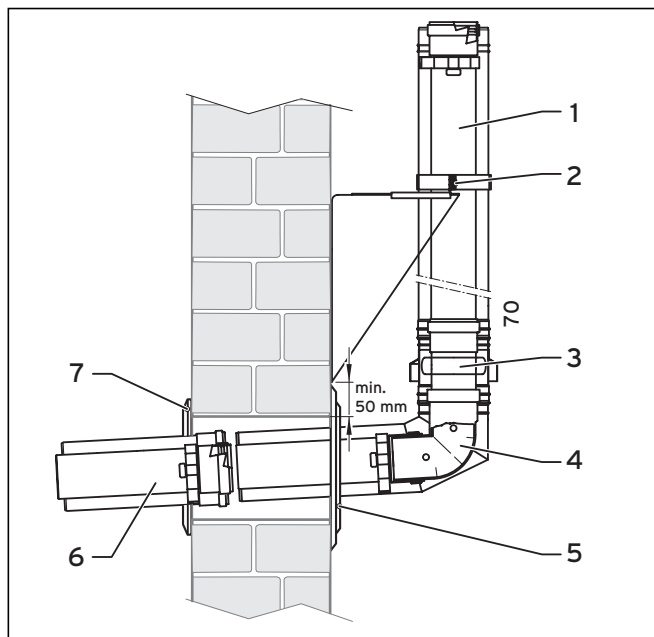
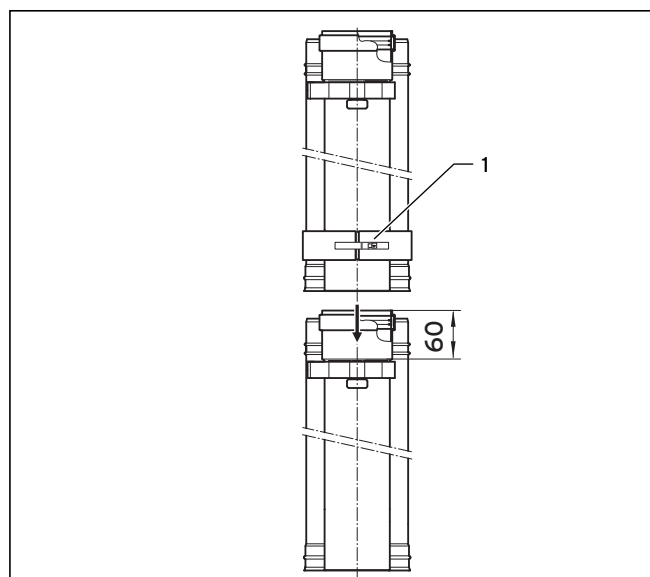
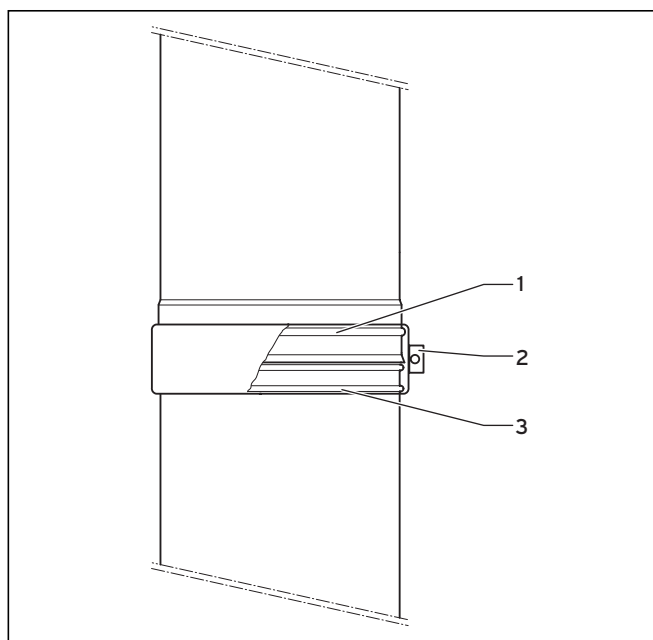

Fig. 4.48 Montage du raccord de conduite de mur extérieur
Fig. 4.49 Assemblage des composants d'échappement du système mural extérieur
Fig. 4.50 Fixation d'éléments muraux extérieurs par collier d'air
- Placez un collier (1, fig. 4.49) sur une rallonge murale extérieure (1, fig. 4.48) et la pièce d'aspiration d'air (3, fig. 4.48).
- Assemblez la pièce d'aspiration d'air (3, fig. 4.48) et le coude de traversée murale (4, fig. 4.48) ; assemblez également la rallonge murale extérieure (1, fig. 4.48) et la pièce d'aspiration d'air (3, fig. 4.48).
- Posez le collier d'air (1, fig. 4.49) sur les deux collets (1 et 3, fig. 4.50) et serrez le dispositif de serrage (2, fig. 4.50).
- Introduisez les coudes de traversée murale (4, fig. 4.48), la pièce d'aspiration d'air et la rallonge dans la percée murale.
- Posez le collier de serrage de la console murale (2, fig. 4.48) sur la rallonge murale extérieure et serrez les deux vis de blocage.
- Raccourcissez si nécessaire la rallonge blanche (6, fig. 4.48) afin d'obtenir la bonne longueur.
- Posez la rallonge blanche (6, fig. 4.48) de l'intérieur dans le coude de traversée murale (4, fig. 4.48).
- Vissez de l'intérieur la rosace intérieure (7, fig. 4.48).
- Vissez de l'extérieur la rosace extérieure (5, fig. 4.48).